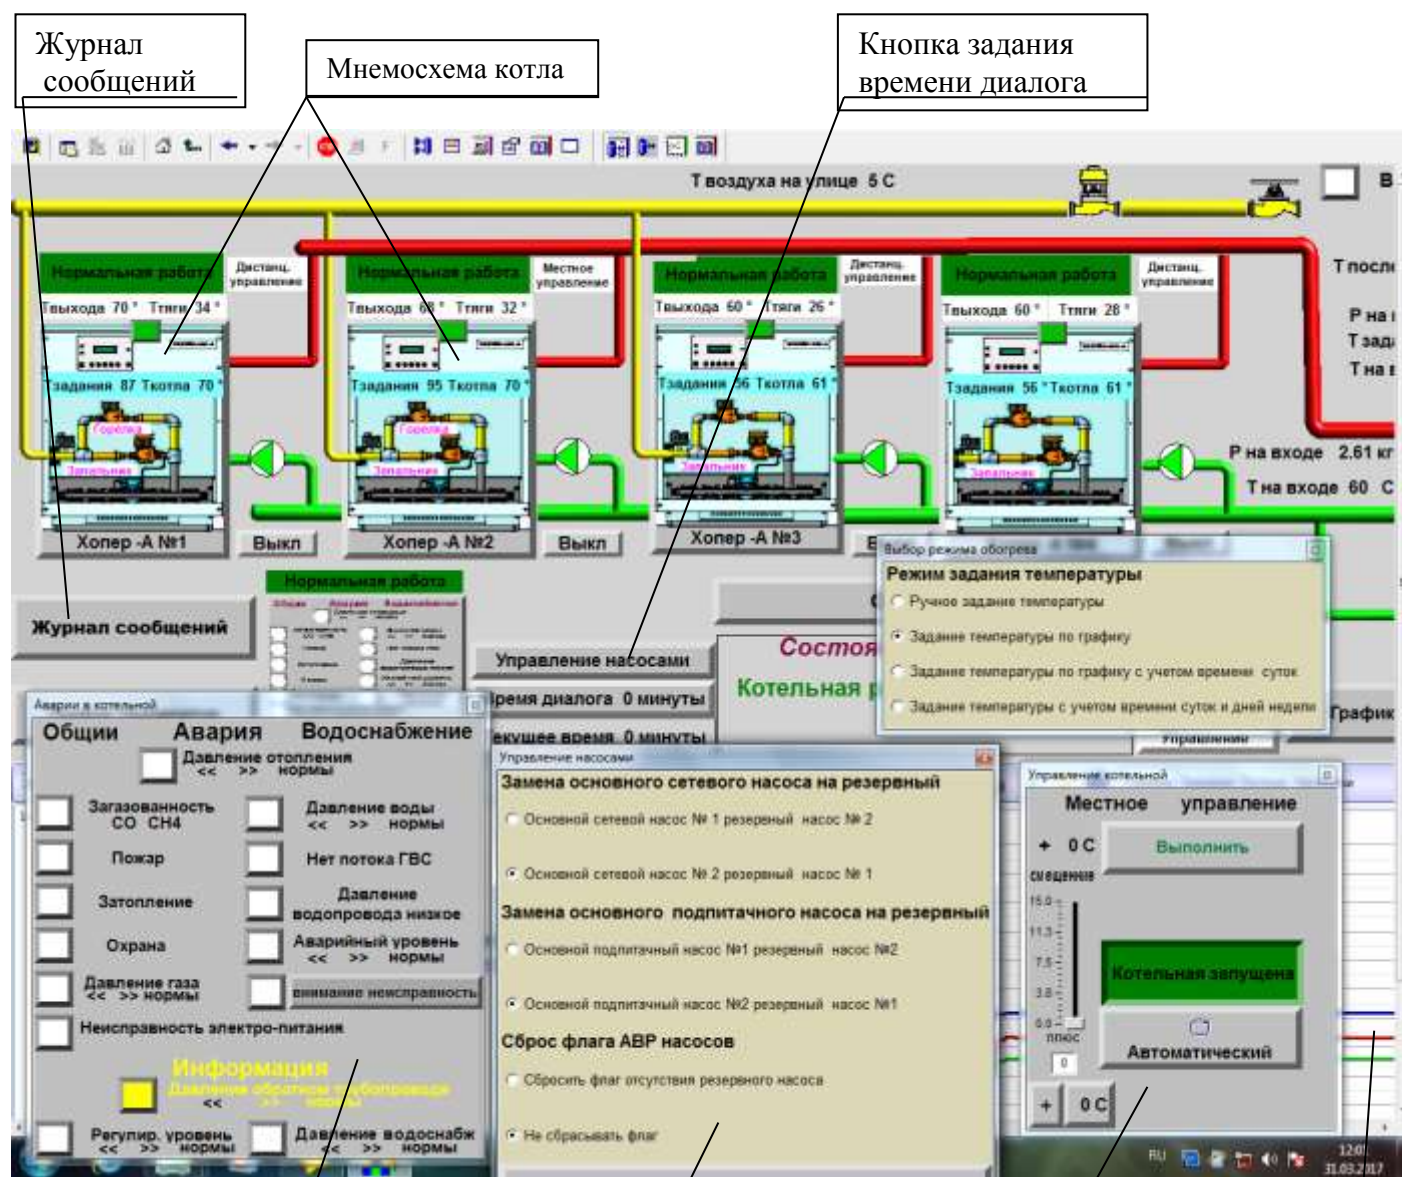

Рис.2
В открывшемся окне откроется мнемосхема котельной (Рис.2,Рис.2а). В трее появляется значок исполнительной среды «Master Scada».
5.4.1 Мнемосхема котельной Рис.2, Рис.2а содержит:
Рис.2а